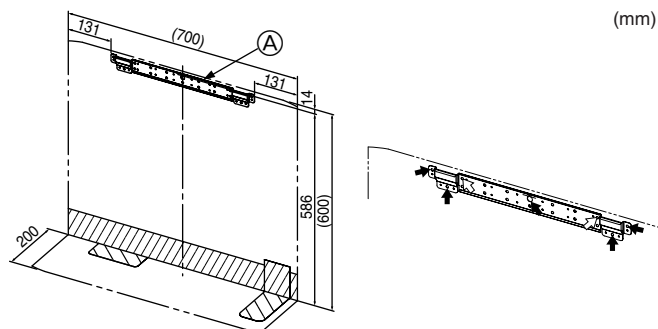

Fig. 3-1
- Instale o suporte firmemente contra a estrutura da parede (parafusos, etc.). (Fig. 3-1)